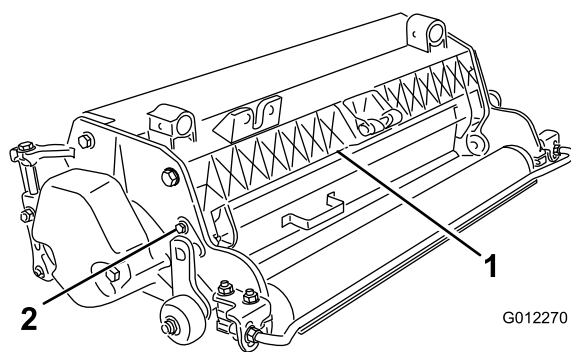

図 5
1. ガラスシールドのピボットについているボルトをゆるめる（図 5）。
2. ガラス・シールドを希望する高さに調節し、ボルトを締める（図 5）。